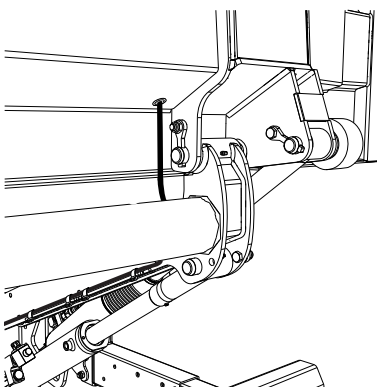
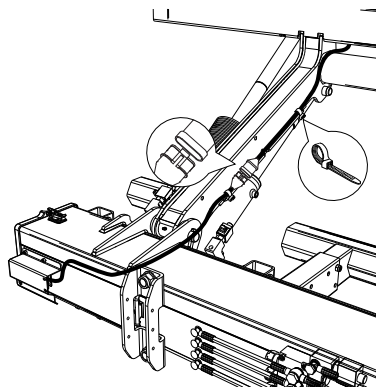
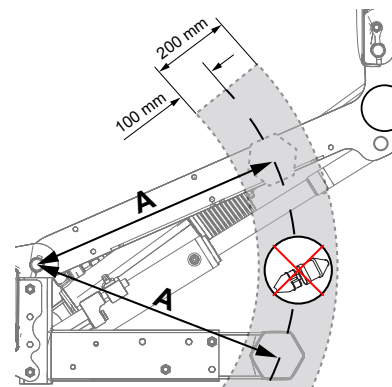

Figure 74. Pose du faisceau
Figure 75. Pose du faisceau
Figure 76. Emplacement de contact rapide
2. Tirer le câble et le fixer au moyen de colliers comme illustré en Figure 74 et Figure 75. Le contact rapide doit être positionné de telle sorte qu'il ne touche pas la protection anti-encastrément pendant le déplacement du bras de levage. Mesurer la distance (A) du centre de l'axe du bras de levage au centre de la protection anti-encastrément, voir Figure 76.
3. Mesurez la même distance (A) sur le bras de levage, voir Figure 76.
4. Placez ensuite le contact rapide à au moins 100 mm à l'extérieur ou à l'intérieur de la dimension obtenue (B), voir Figure 76.